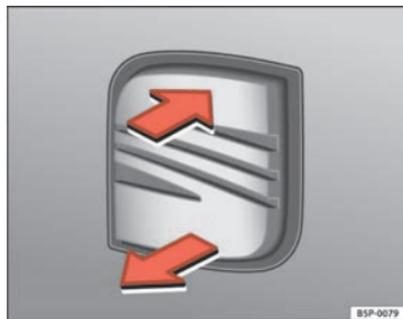

Abb. 64 Heckklappe:
- Ziehen Sie am Griff und heben Sie die Heckklappe an ⇒ Abb. 64. Die Heckklappe öffnet sich selbstständig.